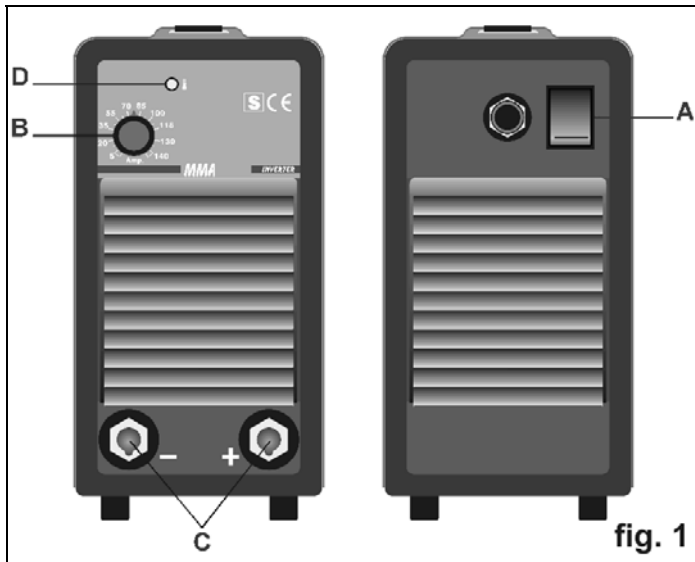

fig. 1
Bei Festkleben der Elektrode am Werkstück regelt das Gerät den Strom I₂ auf Werte, durch die Elektrode nicht gefährdet wird. Signallampe D (Abb. 1) weist diese Handlung.
Die Signallampe D (Abb. 1) weist die Anwesenheit dieser Schutzvorrichtung. Bevor man das Gerät wieder betreiben kann, muß man einige Minuten verstreichen lassen.
Wenn beim Einschalten von Schalter A (Abb. 1) die Spannung über 270 V liegt, blinkt die gelbe led D (Abb. 1) (zweimal kurz Aufleuchten - Pause - usw.) und die Maschine gibt keinen Strom ab. In diesem Zustand sind die Stromkreise geschützt, doch der Ventilator kann innerhalb von einigen Minuten durchbrennen. Wenn die Spannung während des Schweißens gering sinkt, blinkt die gelbe led D (Abb. 1) mit einer Frequenz von 0,5 Sekunden und die Maschine gibt keinen Strom ab.
- Prüfen, ob der Schalter A Abb. 1 auf O bzw. der Netzstecker gezogen ist, dann die Schweißkabel anschließen. Für die Polung die Angaben des Elektrodenherstellers beachten.
- Die Maschine mit dem Schalter A Abb. 1 einschalten.